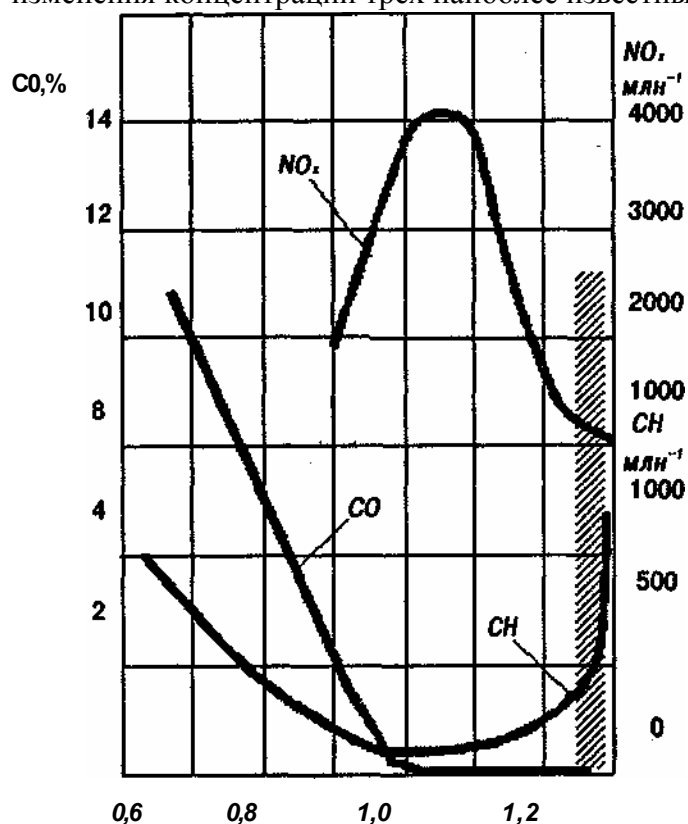

Рис. 3. Зависимость выбросов токсичных компонентов от состава смеси бензинового двигателя
В огромной степени состав топливоздушной смеси определяет токсичность отработавших газов. Следует помнить, что автомобильный двигатель внутреннего сгорания никогда не может быть абсолютно безвреден. В результате сгорания топлива при самом благоприятном исходе образуются углекислый газ CO_2 и вода H_2O . Однако они не являются токсичными, т.е. ядовитыми, и не вызывают у человека каких-либо болезней. Нежелательны, прежде всего, не полностью сгоревшие компоненты выхлопных газов, самыми важными и самыми частыми составными частями которых являются окись углерода (CO), не сгоревшие или только частично сгоревшие углеводороды (CH), сажа (C) и окислы азота (NO_x). Все они являются токсичными и опасными для человеческого организма. На рис. 3 представлены типичные кривые изменения концентраций трех наиболее известных компонентов от состава смеси.